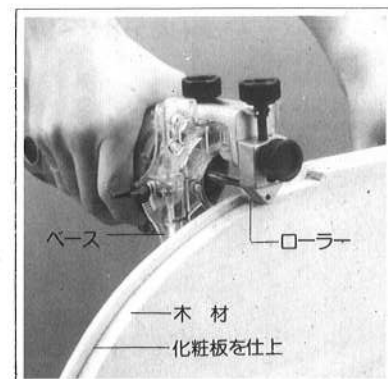

図10
- トリマガイドのローラー部分を材料の側面に沿わせて本機を送ってください。(図10参照)